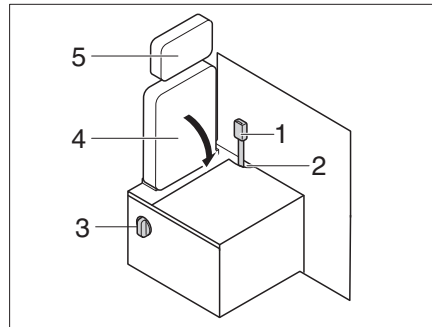

Bild 208 Ombyggnad körning - boende
- Ta bort nackstödet (Bild 208,5) (se kapitel 5.6).
- Sätt in spännet (Bild 208,1) i öppningen (Bild 208,2).
- Använd vridspaken (Bild 208,3) och fäll ner ryggstödet (Bild 208,4).
▷ Gör momenten i omvänd ordning när du byter från boende till körning. Se till att spännet förs genom öppningen (Bild 208,2).